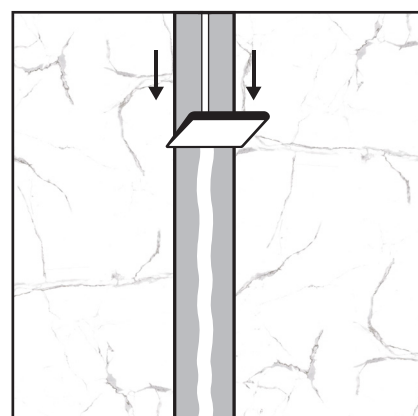

Figure 8
2. Essayez l'excès de mastic avec une spatule en plastique (Figure 8). Important: Le nettoyage de l'excès de mastic ne doit pas être retardé. Plus le scellant est sec, plus il sera difficile à enlever.